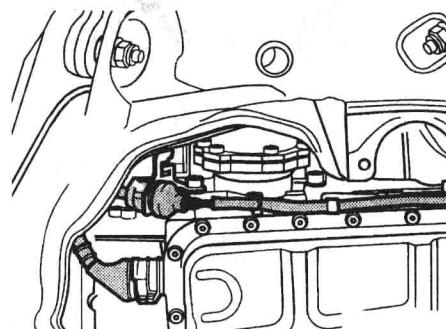

图1-14 多功能开关导线插头
④从_____拆卸保护罩板/传动轴。
⑤拆卸传动轴。
(3) 拆多功能开关导线插头，如图1-14所示：